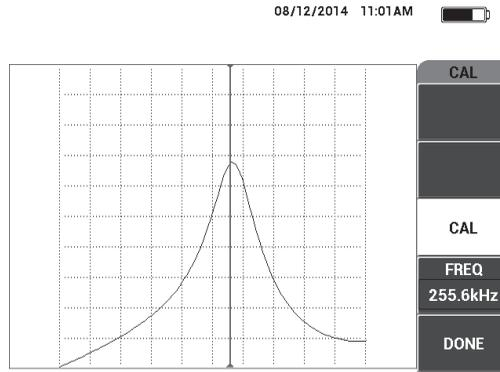

Figura 6-39 Pantalla CAL
6. Seleccione **DONE** (tecla de función E). Ver la Figura 6-39 en la página 165.